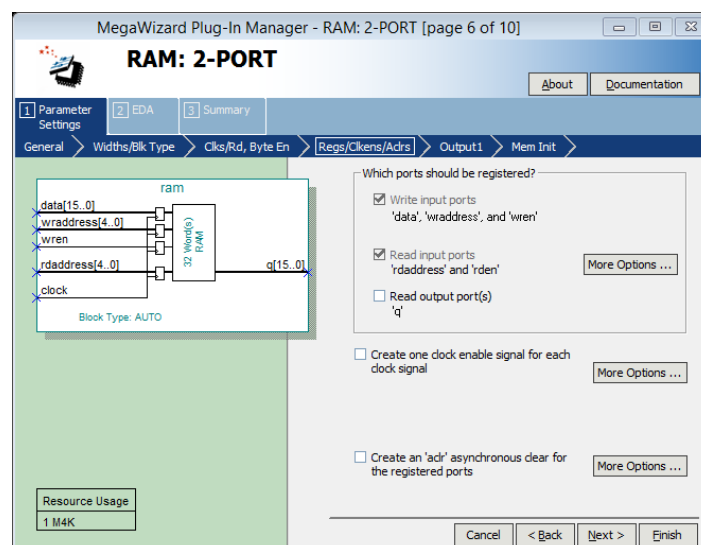

Рис. 20. Шоста сторінка налаштувань
2.2.6. На сторінці 6 (**Regs/Clkens/Aclrs**) (рис. 20), відключається опція **Read output port(s) 'q'**, щоб відключити встановлення вихідних регістрів для порту **q**. Інші налаштування залишаються без змін. Сьома сторінка залишається без змін. Натисніть **Next** двічі.